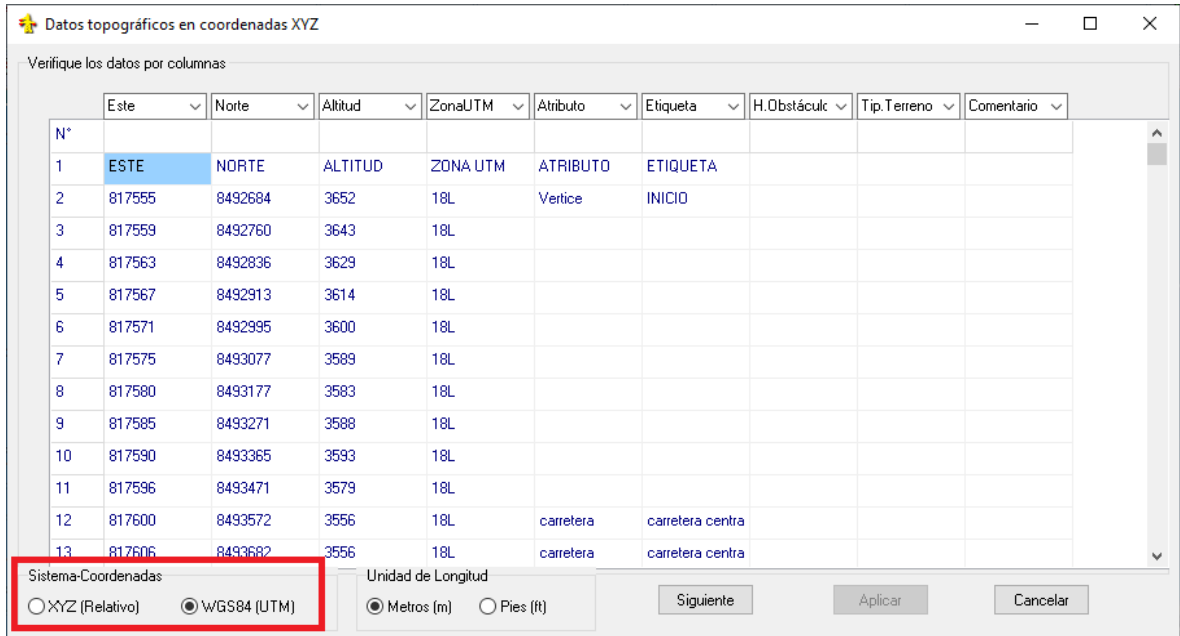

Fig. 3.3
- Seleccionar el Sistema de Coordenadas correspondiente a los datos ingresados. En caso que el sistema de coordenadas sea absoluto activar la opción “WGS84 (UTM)”, caso contrario activar “XYZ Relativo” (Ver Fig. 3.3).